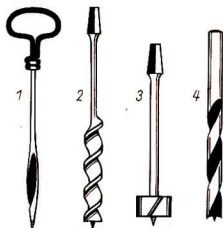

Bild 51/2 Bohrer für die Holzbearbeitung
Für den verhältnismäßig weichen Werkstoff Holz sind verschiedene Spezialbohrer entwickelt worden. Die wichtigsten Arten (Bild 51/2) sind der Bohrer mit Ringgriff (Nagelbohrer) (1), der Schlangenbohrer (2), der Universalbohrer (3) und der Spiralbohrer mit Zentrierspitze (4).